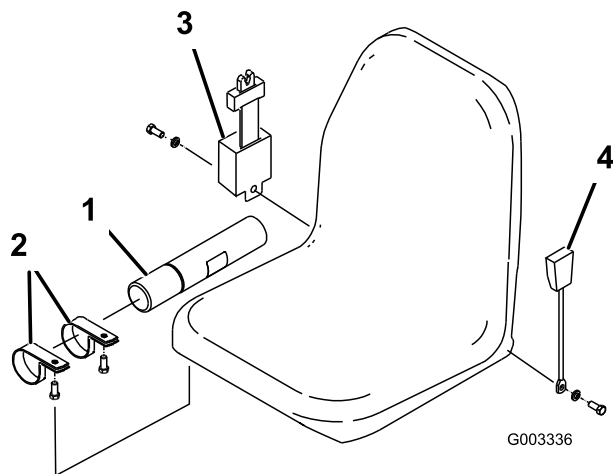

Bild 3
1. Befestigen Sie das manuelle Rohr mit den beiden Schellen, die lose mitgeliefert werden, an der Sitzfederung (Bild 3).
2. Montieren Sie den Sicherheitsgurt mit je einer Schraube und Sicherungsscheibe, die lose mitgeliefert werden, an beiden Seiten des Sitzes (Bild 3). Der Sicherheitsgurtretractor muss an der rechten Seite des Sitzes und die Sicherheitsgurtschnalle an der linken Seite befestigt werden.